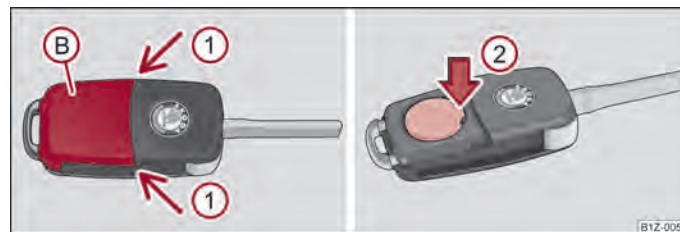

Fig. 10 Clé à radiocommande - enlever le couvercle/sortir la pile
Chaque clé à radiocommande possède une pile placée sous le couvercle (B) → fig. 10. Lorsque la pile est déchargée, le voyant rouge (A) ne clignote pas après un appui sur une touche de la clé à radiotélécommande → fig. 9. Nous vous recommandons de ne faire remplacer les piles de clés que par un concessionnaire ŠKODA homologué. Procédez comme suit si vous désirez néanmoins remplacer vous-même une pile déchargée :
- Poussez le cache de la pile avec le pouce ou un tournevis plat au niveau des flèches ① → fig. 10.
- En poussant la pile vers le bas, au niveau de la flèche ②, vous pouvez sortir la pile déchargée de la clé → fig. 10.